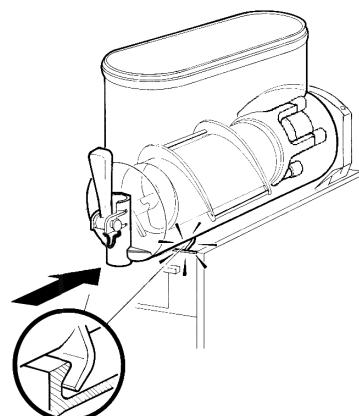

figure 15
- 7** Monter le réservoir et le pousser vers la paroi postérieure, en s'assurant qu'il s'adapte parfaitement au joint et que, en même temps, ses crochets inférieurs soient engagés dans les saillies prévues à cet effet sur le plan égouttoir (voir figure 15).